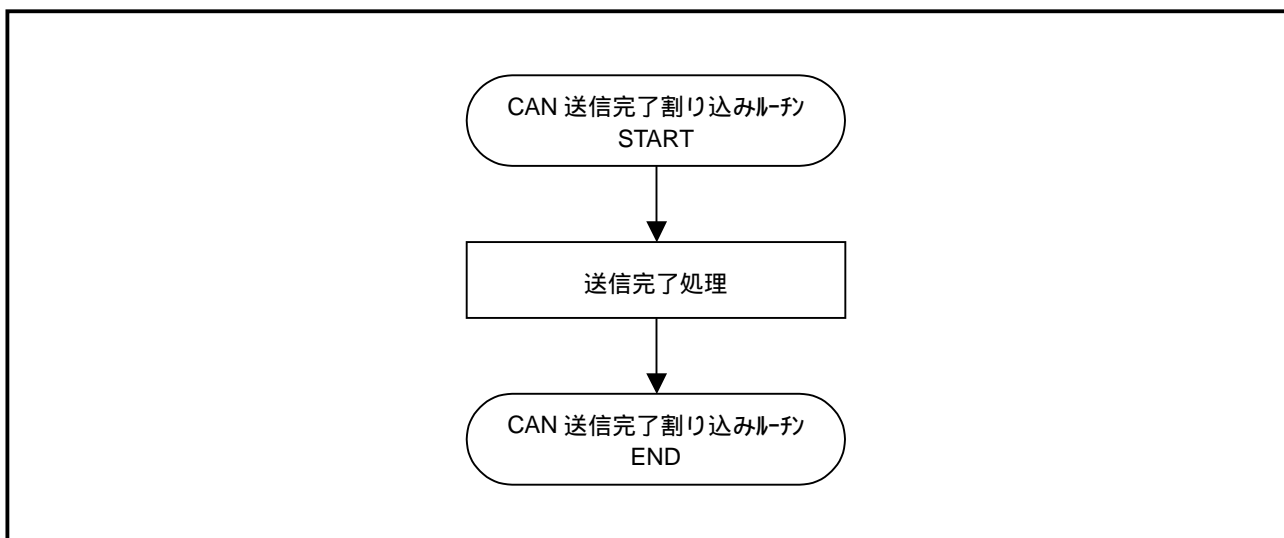

図 9 送信完了確認手順 2(CAN 送信完了割り込みを使用する場合)
- (2) CAN 送信完了割り込みを使用する場合 (図 9参照)
CAN 送信完了割り込みを使用する場合の送信完了確認手順を図 9に示します。